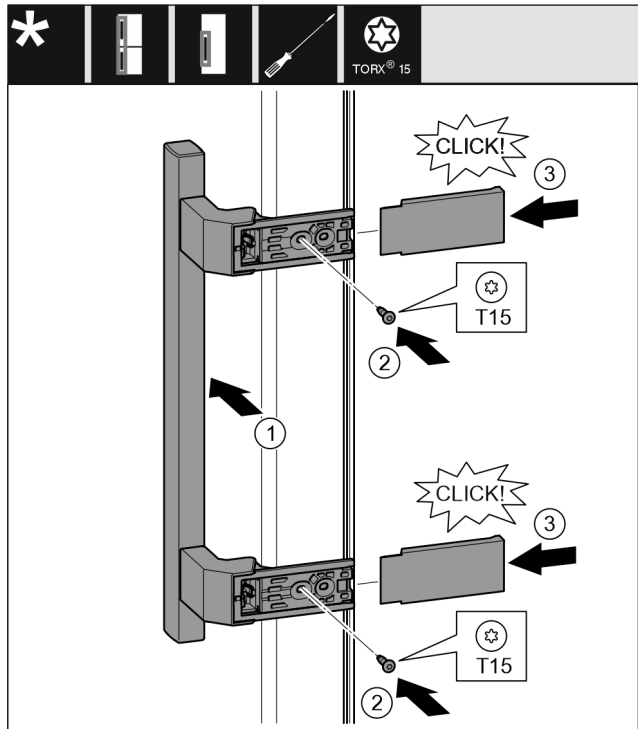

Fig. 18
- ▶ Sätt på handtaget på andra sidan. Fig. 18 (1)
- ▶ Dra åt skruvarna med skruvmejsel T15. Fig. 18 (2)
- ▶ Sätt in skydden från sidan och skjut på dem. Fig. 18 (3)